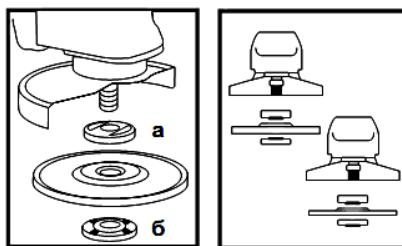

Рисунок 2
4.4 Встановіть на виріб абразивний шліфувальний або відрізний круг. Для цього натисніть на кнопку фіксації шпинделя (1) і поверніть шпиндель до фіксації. За допомогою вилочного ключа з комплекту виробу відверніть і зніміть затискну гайку (6) (див. рис. 2). Встановіть шліфувальний диск на посадкове місце фланцевої шайби (a) (рис. 2), накрутіть затискну гайку на шпиндель і затягніть її ключем з комплекту виробу.